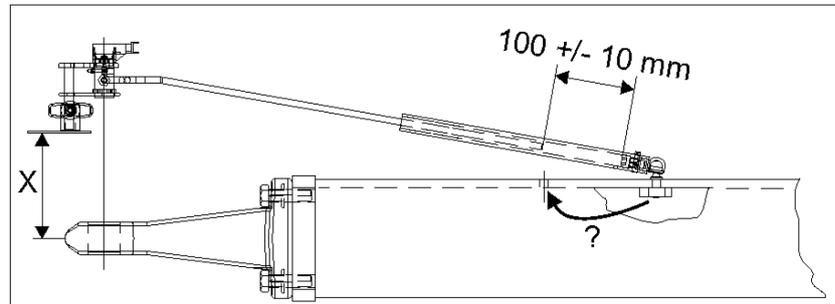

Fig. 133
- La separación entre el punto de acoplamiento y el sensor del ángulo de giro (Fig. 133/ X) debe ser lo más pequeña posible (sobre todo, cuando se utiliza una lanza de enganche).